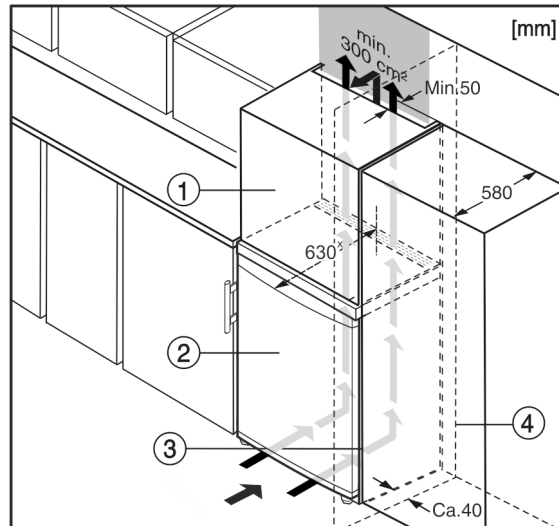

Fig. 6
- (1) Armario superior*
- (2) Aparato*
- (3) Armario de cocina*
- (4) Pared*
El aparato se puede rodear de armarios de cocina. Para adaptar el aparato Fig. 6 (2) a la altura de la cocina, se puede instalar un armario Fig. 6 (1) correspondiente sobre el aparato.
Si la cocina posee armarios (profundidad máx. 580 mm), el electrodoméstico se puede colocar directamente junto al armario de cocina Fig. 6 (3). El electrodoméstico sobresale 34 mm x por los lados y 50 mm x por el centro respecto al frente del armario de cocina.
Si el electrodoméstico se instala con las bisagras junto a una pared *Fig. 6 (4)*, la distancia entre el electrodoméstico y la pared debe ser como mínimo de 40 mm. Esto equivale al saliente del tirador con la puerta abierta.*